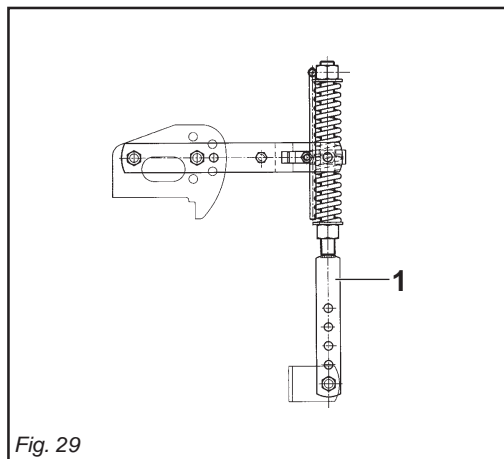

Fig. 29
- 2) Il martinetto a molla (1 Fig. 29) oltre a sostenere la lamiera livellatrice ed ammortizzarla nel trasporto su strada, serve a evitare il ribaltamento della macchina durante il parcheggio.
- 2) Besides supporting the levelling plate and acting as a shock absorber for it during road transport, the spring ram (1 Fig. 29) prevents the machine from overturning when parking.
- 2) Die Federwinde (1 Abb. 29) trägt nicht nur das Planierschild und dient beim Straßentransport zur Dämpfung von Stößen, sondern sie soll auch verhindern, daß die Maschine während des Parkens umkippt.
- 2) Le vérin à ressort (1 Fig. 29) sert de soutien à la tôle de nivellement et de suspension pendant le transport sur route, pour éviter le basculement du machine lors du stationnement.
- 2) El gato de resorte (1 Fig. 29), además de sostener la chapa de nivelación y protegerla durante el transporte en carretera, sirve para evitar el vuelco de la máquina durante el estacionamiento.